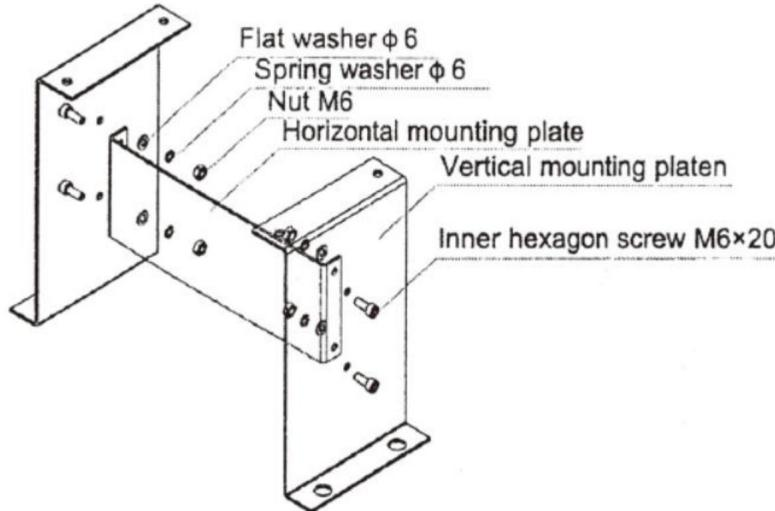

Abbildung 5
- Wenn Sie die abnehmbare Montagebasis wählen, sollte die Basis zuerst wie in Abbildung 5 gezeigt zusammengebaut werden: